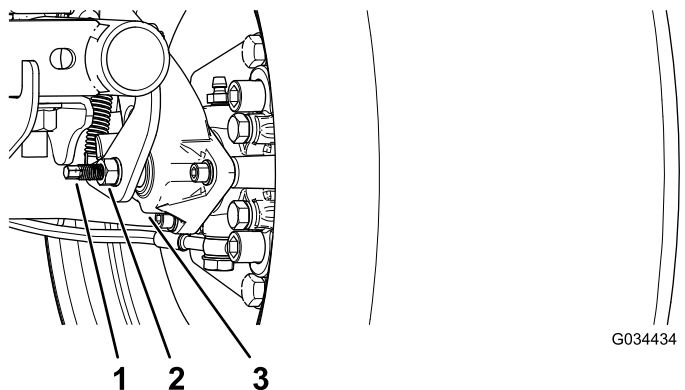

Рисунок 50
3. Используя два ключа, удерживайте регулировочный штырь на суппорте одним ключом и ослабьте контргайку на $\frac{1}{4}$ оборота другим ключом (Рисунок 50).
4. Удерживая регулировочный штырь и контргайку на месте, поверните регулировочный штырь для затягивания (Рисунок 50).
5. Удерживая регулировочный штырь и контргайку на месте, отверните штырь на $\frac{1}{4}$ оборота (Рисунок 50).
6. Удерживая регулировочный штырь и контргайку на месте, затяните контргайку (Рисунок 50).